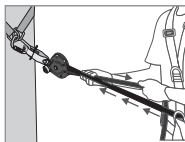
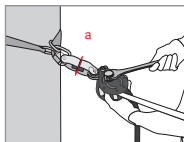

Fig. 3
Fig. 4
När du har monterat livlinan måste du göra en förinställning av spänningen genom att för hand dra i linan (vid linans ände – **Bild 3**). Då bör kammen (8) och kamspaken (4) automatiskt komma i kontakt med linan. Fäll ned kamspaken (4) och använd sedan en lämplig nyckel för att ställa in spänningen på spänningsjusteringsstiftet (1) till dess att spänningsindikatorns bricka (a) som sitter på spänningsindikatorn (2) roterar fritt (**Bild 4**). **SLUTA ATT DRA** ÅT så fort brickan rör sig fritt! Förspänningen bör ligga på omkring 0,5 kN. Vid användning ska du kontrollera denna spänning (att spänningsindikatorns bricka roterar) och justera den vid behov enligt ovanstående beskrivning.